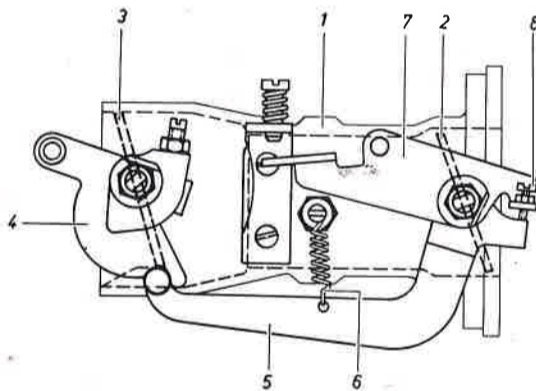

Fig. M. 31/02
Ambos escalones van unidos en una caja (Fig. M 31/01). Las válvulas de mariposa del 1º (5) y 2º escalón (8) están dispuestas, con una inclinación de 13º, en el lado del carburador que da al motor. La mariposa del 2º escalón no tiene conexión mecánica con la del 1º.
El dispositivo del arranque en frío funciona según el sistema de estrangulador. Tirando del cable de mando del stárter, se cierra el estrangulador (3) (Fig. M 31/02) que está abierto en servicio normal.